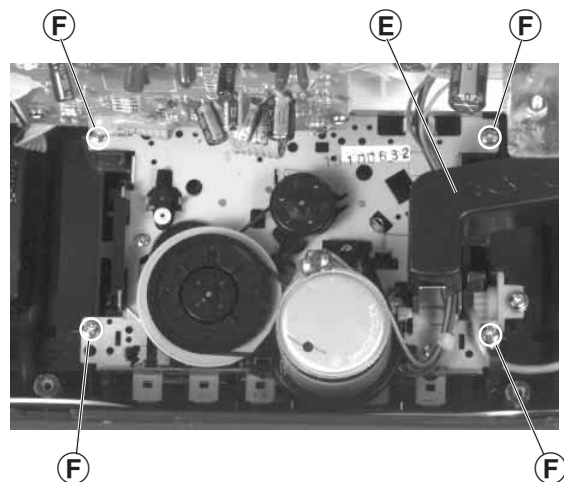

Fig. 2a
- 4 Schrauben **F** herausdrehen (Fig. 2a).
- Undo 4 screws **F** (Fig. 2a).